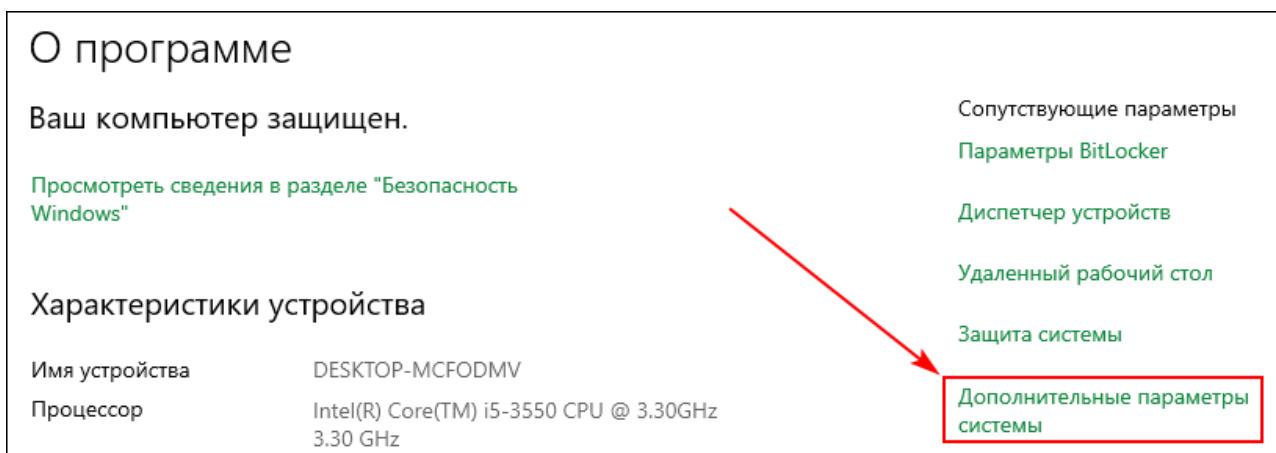

Рисунок 418 - Дополнительные параметры системы
1. Зайдите в **Параметры** → **Система** → **О программе** → **Дополнительные параметры системы** (Рисунок 418).